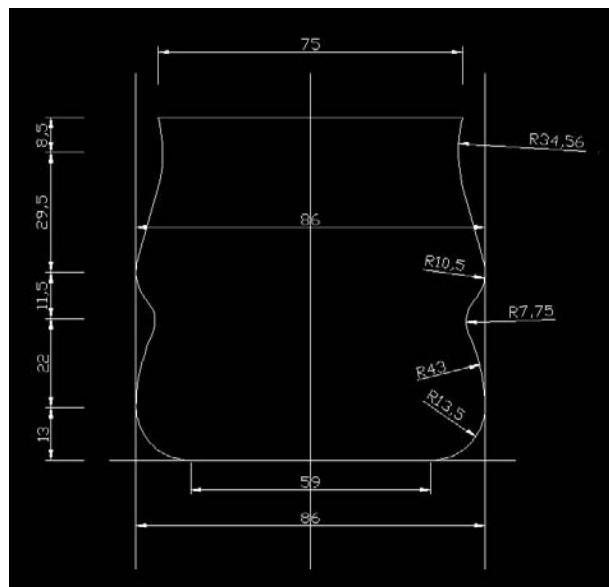

Fig.18.33
- 2 A l'aide des fonctions **Cercle et Arc**, tracez les différentes courbes du verre (fig.18.33).